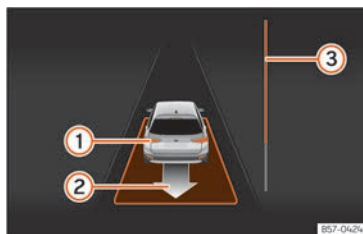

Abb. 127 Am Bildschirm des Kombi-Instruments: parallel zur Fahrbahn ausparken.
- Fahren Sie rückwärts, bis das Dauertonsignal des ParkPilot ertönt; **ODER:** fahren Sie zurück, bis am Bildschirm des Kombi-Instruments die Anzeige zur Vorwärtsfahrt erscheint. Die Fortschrittsanzeige »» (Abb. 127) ③ zeigt den zurückzulegenden Abstand an.